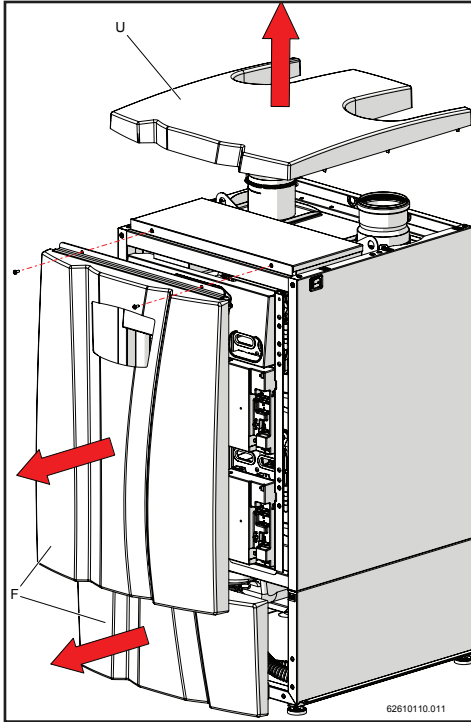

Figure 15-4
- 2.- Retirer le couvercle inférieur et supérieur avant "F" et la couverture supérieur "U" de l'appareil, comme le montre la figure 15-4.